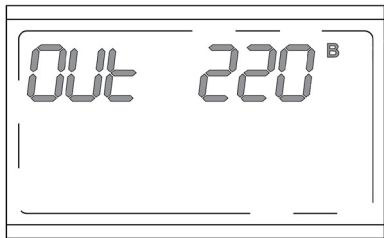

Рисунок 13 ЖК-дисплей в режиме настройки выходного напряжения
1. Двойным быстрым нажатием кнопки  перевести ЖК-дисплей в режим настройки выходного напряжения (рисунок 13).